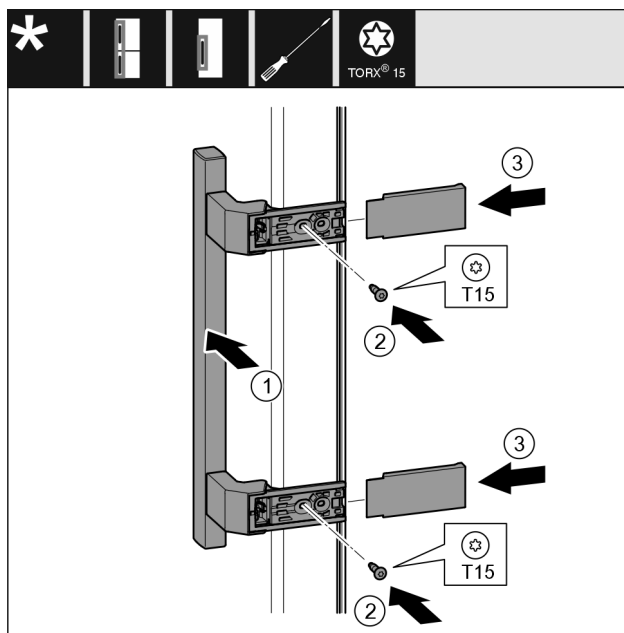

Fig. 25
- ▶ Założyć uchwyt Fig. 25 (1) po przeciwległej stronie.
- ▶ Przykręcić śruby Fig. 25 (2) śrubokrętem.
- ▶ Założyć osłony Fig. 25 (3) z boku i wsunąć.